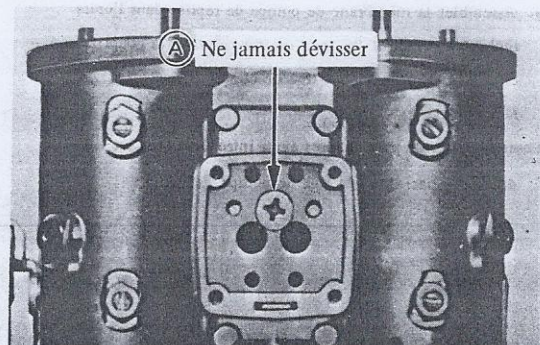

Fig. 2-90 Emplacement de montage du corps de pompe de reprise.
Ne jamais dévisser la vis (A), Fig. 2-90)